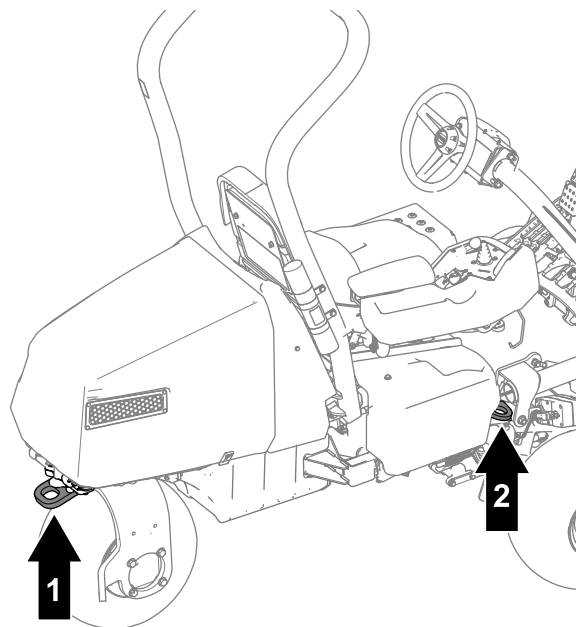

Figura 37
- Prenda a máquina de forma segura utilizando correias, correntes, cabos ou cordas. As correias frontal e traseira devem estar dirigidas para baixo e para fora da máquina (Figura 37).